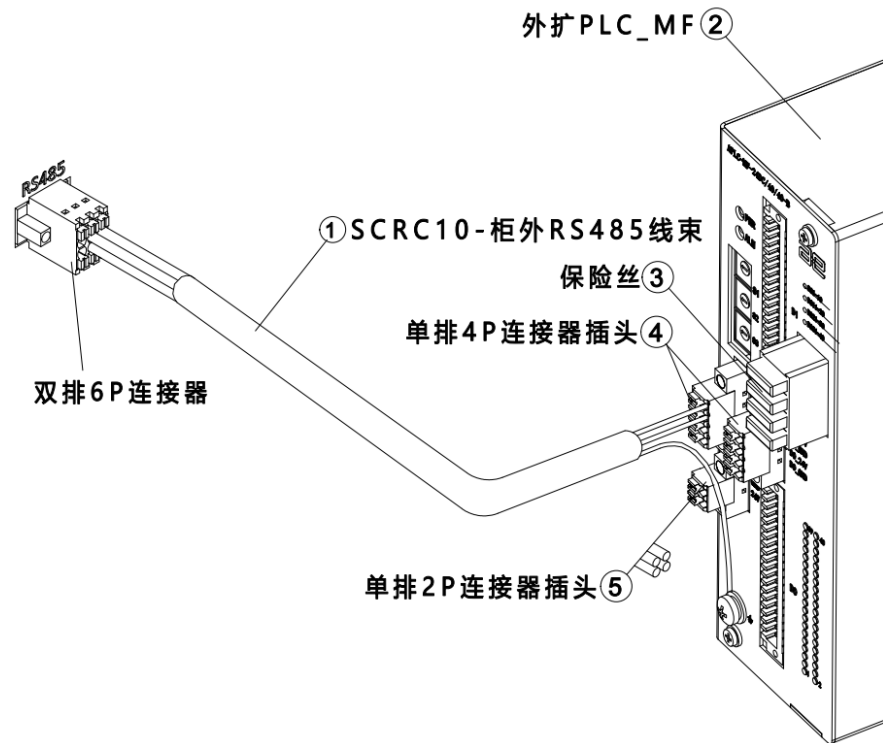

图 20-1 连接外扩 PLC\_MF
步骤1. 将① SCRC10-柜外 RS485 线束带有双排 6P 连接器的一端接在柜体上的 RS485 接口，将① SCRC10-柜外 RS485 线束的另一端连接到② 外扩 PLC\_MF 上，屏蔽层连接到接地处，另外两个信号线分别连接到对应于 X1 的“+”、“-”，参考图 20-1。